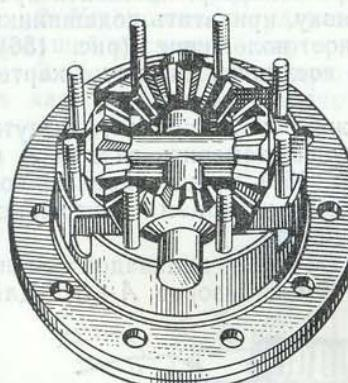

Рис. 153. Установка крестовины с сателлитами и шайбами в левую коробку сателлитов
5. Установить разъемную крестовину с сателлитами и шайбами в сборе в левую коробку сателлитов (рис. 153).